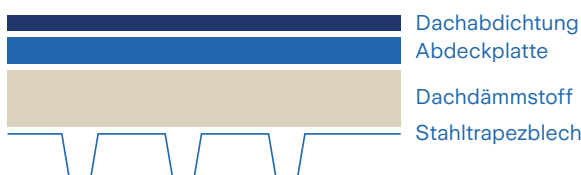

Abbildung 6: Abdeckplatte über brennbarer Isolierung
- Installation von mindestens 6 mm dicken AQUAPANEL® Cement Board Rooftop oder gleichwertigen Produkten unter der Dachabdichtung in einem Umkreis von mindestens 2,5 m um die Module. Alternativ kann die Zementplatte auch auf die bestehende Dachkonstruktion aufgebracht und dann mit einer Dachbahn aus PVC oder TPO versiegelt werden. (S. Abb. 6 und 7)